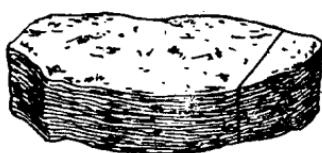

图 1 页岩的切片方位
1. 凡是结构构造有明显方向性的标本，如片岩、千枚岩、页岩、云母等，都是成片状或层状的，一般必须垂直层理、片理、页理、裂理或解理面进行切片（图1, 2所示）。但在作为特殊研究之用的切片，须按送样单位指定的方向切割。